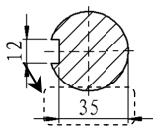
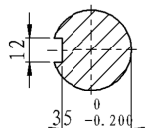

图 6.15.14 选取尺寸
图 6.15.15 添加尺寸公差
(1) 选取要添加公差的尺寸。选取图 6.15.14 所示的尺寸“35”，系统弹出“尺寸”对话框。
(2) 定义公差。在“尺寸”对话框 **公差/精度(P)** 区域的下拉列表中选择 **双边** 选项。在 **+** 文本框中输入公差值为 0，在 **-** 文本框中输入公差值为 0.200。
(3) 编辑尺寸公差文本。单击“尺寸”对话框中的 **其它** 选项卡，取消选中 **文本字体** 区域中的 ☐ **使用尺寸字体(U)** 复选框，在 ☒ **字体比例(S)** 文本框中输入字体比例值为 0.7。
(4) 单击“尺寸”对话框中的 ☒ 按钮，完成添加尺寸公差，如图 6.15.15 所示。